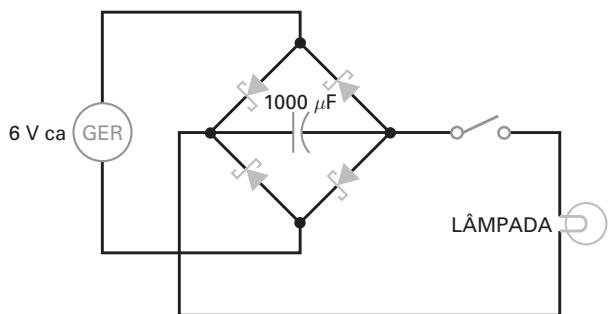

Figura 5-47
- 3-35** A Figura 5-47 mostra uma parte do sistema de luz de uma bicicleta. Os diodos são Schottky. Use a segunda aproximação para calcular a tensão no capacitor de filtro.